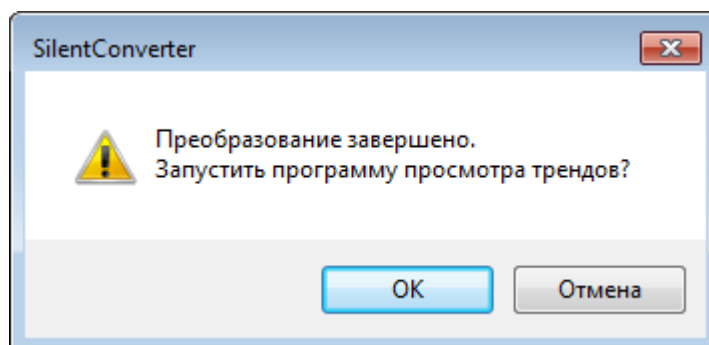

Рис. 3.3 Окно с предложением запуска «ZETTrends»
6. По окончании преобразования файлов появится окно (Рис. 3.3) с предложением запуска программы «ZETTrends» для просмотра записанных сигналов.